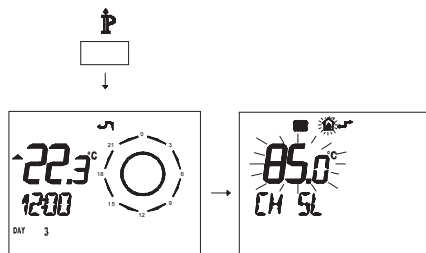

Figura 5.38
- Premere per più di 3 secondi il pulsante  para per entrare in modalità **INFO** (Figura 5.38).